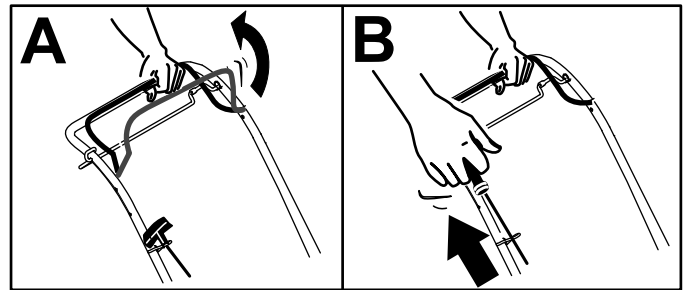

Bild 11
1. Drücken Sie den Schaltbügel gegen den Holm (A in Bild 11).
2. Ziehen Sie am Rücklaufstartergriff (B in Bild 11).